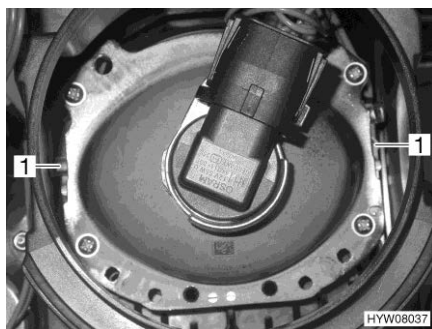
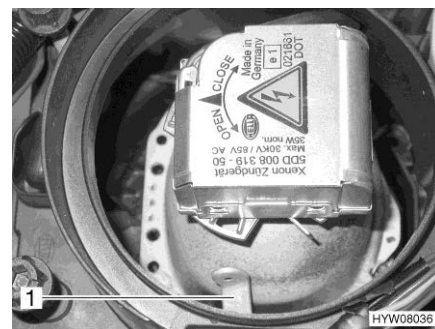

Fig. 221 Conversione dei fari anteriori
Fig. 222 Conversione dei fari anteriori (faro Xenon)
- Inclinare tutte le leve di conversione (Fig. 221,1 o Fig. 222,1) presenti sull'altro lato.